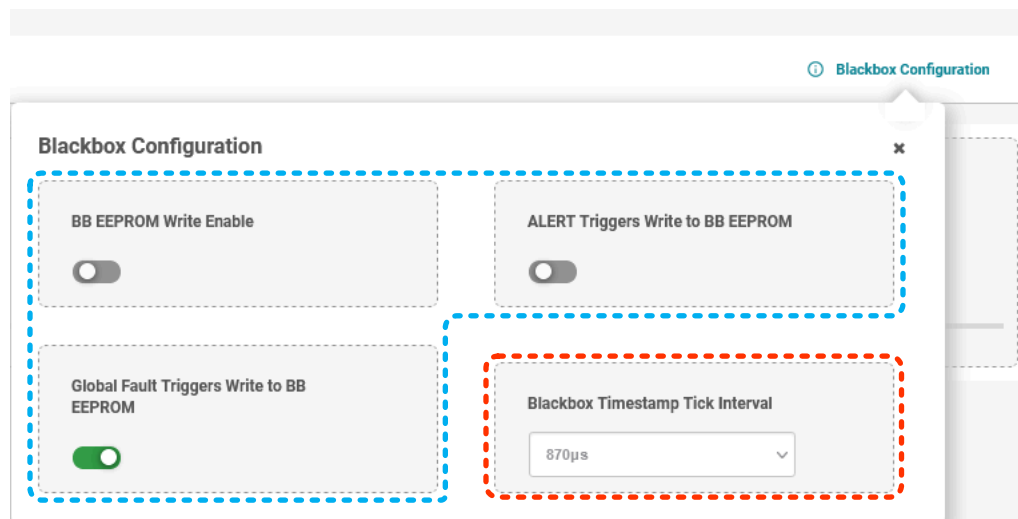

图 6-21. TPS25990EVM-GUI : 黑盒 : 黑盒配置
器件上电后，必须在 BB_CONFIG (E5h) 寄存器中配置黑盒滴答计时器更新速率。图 6-21 的红圈中显示了该配置。
2. BB_CONFIG (E5h) 寄存器中设置了三个 BB EEPROM 写触发位中的任何一个，如图 6-21 中的蓝圈所示。